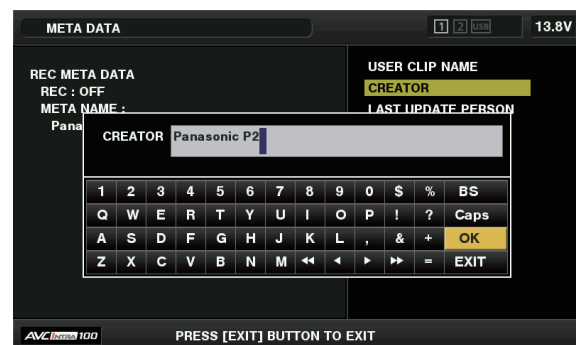

図 2
- ソフトウェアキーボード画面が表示され、設定内容を変更できます。(図 2)